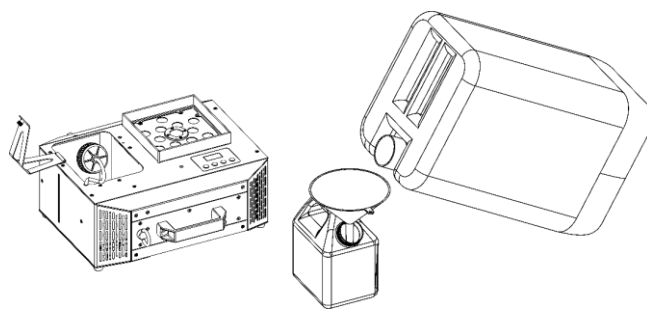

Abb. 33
- 07) Benutzen Sie einen Trichter, um das Nebelfluid in den Tank zu füllen, wie in Abb. 33 gezeigt.